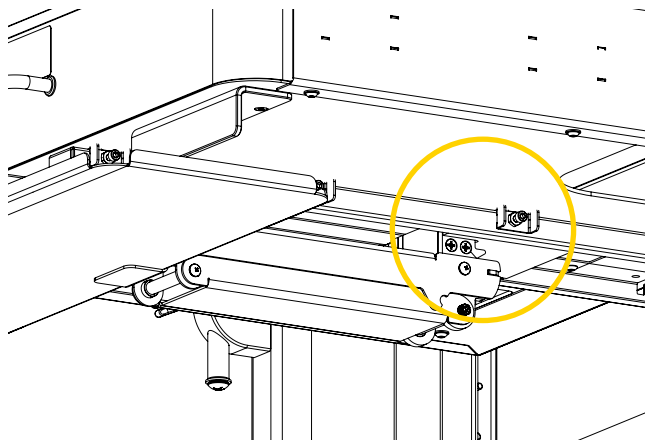

Figure 15: Serrage des vis d'ajustement (2 de 3)
- D. Pousser le plateau pour l'insérer et aligner le boîtier de roulements à billes du plateau pour clavier vis à vis la troisième vis d'ajustement (Figure 15), puis serrer la vis jusqu'à ce que vous commenciez à ressentir une résistance à l'aide d'une clé hexagonale 5/32 po et serrer l'écrou 1/2 à 1 tour complet à l'aide d'une clé 3/8 po.